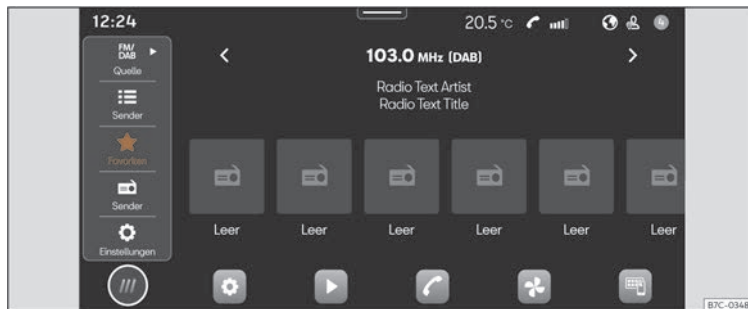

Abb. 156 Schematische Darstellung: Ansicht Radio.
- Drücken Sie **HOME** > >>> (**Abb. 156**).